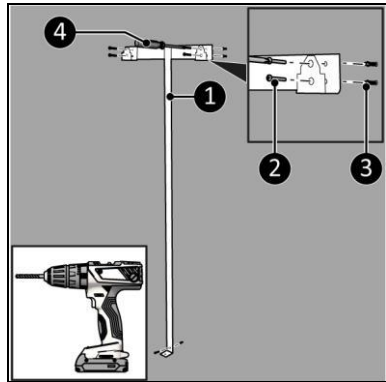

Figure 9
4. Placez le support mural contre le mur et marquez les cinq trous (figure 9).
6. Insérez les chevilles (figure 9, pos. 3).
7. Vissez et fixez le support mural (figure 9, pos. 1) au mur avec cinq grandes vis (figure 9, pos. 2) à l'aide d'un tournevis Phillips (figure 9, pos. 4).